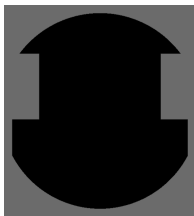

图 3.5.34 设置好的特殊形状边框
(2) 全选紫色区域,选择“Design(设计)” “Board Shape(PCB 板形状)” “Define from selected objects(根据选定的目标定义)”命令,即变为如图 3.5.34 所示的图形。